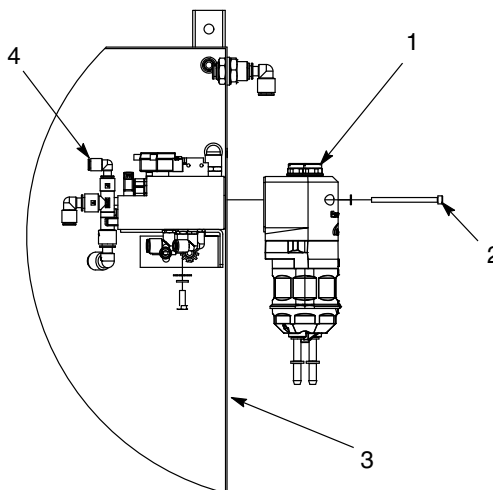

Figura 10 Montagem da bomba no quadro elétrico
1. Consulte a figura 10. Verifique se as juntas da bomba (1) não estão danificadas e, se for necessário, substitua-as.
2. Alinhe a bomba com as posições apropriadas do coletor (4) na parede do quadro elétrico (3). Consulte as localizações das conexões em *Funções das conexões da bomba* na página 7.
3. Fixe a bomba apertando-a à mão na parede do quadro elétrico com o hardware de montagem da bomba (2).